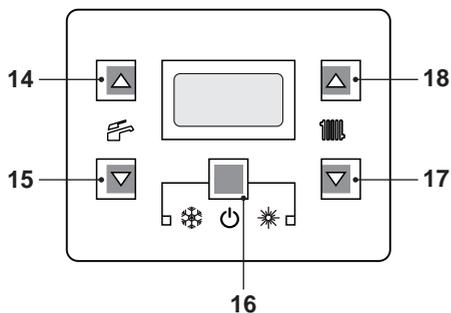
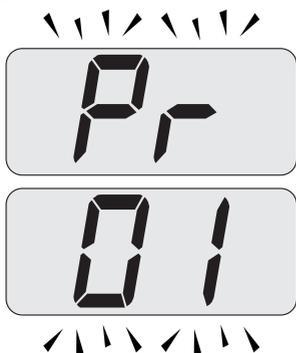
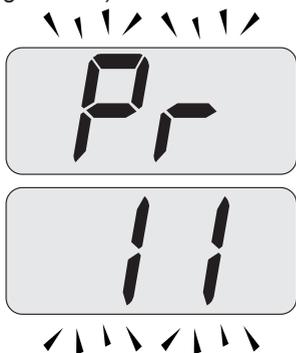

Figura 5.51
Figura 5.52
Figura 5.53
- Entrare in "modalità programmazione" premendo contemporaneamente per 10 secondi i tasti 16- 17- 18(Figura 5.51) fino a far apparire sul display LCD le lettere **Pr** che si alternano con il codice **01**, indicanti l'entrata nel "parametro 01"(Figura 5.52).
- Scorrere i vari parametri utilizzando i tasti 17o 18fino a far apparire sul display LCD le lettere **Pr** che si alternano con il codice **11**, indicanti l'entrata nel "parametro 13"(Figura 5.53).
18(Figura 5.51) fino a far apparire sul display LCD il valore del parametro 11 (10=60 secondi) (Figura 5.54).
- Premendo il tasto 16(Figura 5.51) si ottiene la conferma del valore inserito.
- Premendo contemporaneamente i tasti 16e 17(Figura 5.51) si esce senza modificare il valore (ritorno alla lista parametri Figura 5.53)
- Premendo contemporaneamente per 10 secondi i tasti 16- 17- 18(Figura 5.51) si esce dalla "modalità programmazione".